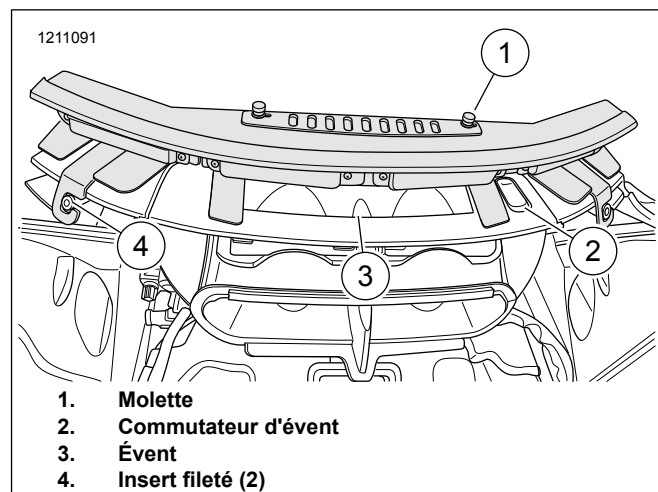

Figure 6. Placement du feu
6. Voir la figure 6. Vérifier que le commutateur d'évent (2) est en position ouverte.
7. Placer le feu sur l'évent (3) avec les molettes (1) tournées vers le haut.
8. Aligner les supports de montage gauche et droit sur l'insert fileté (4).